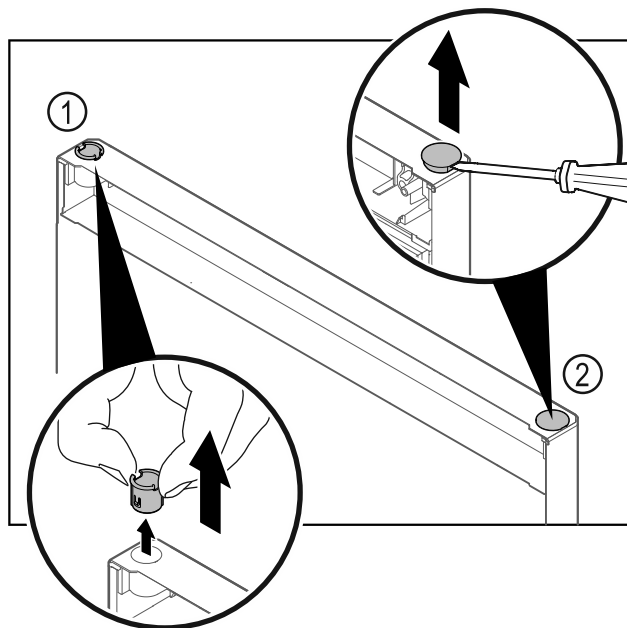

Fig. 28
- ▶ Tõmmake šarniirripuks Fig. 28 (1) sõrmedega välja.
- ▶ Tõstke kattedek Fig. 28 (2) ettevaatlikult lapikkruvikeerajaga üles ja tõmmake välja.